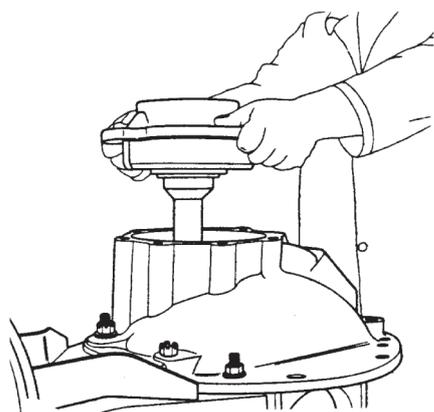

Figura 96
- G. Instale a caixa do pinhão sem os calços de regulagem de altura, na caixa do diferencial. (Figura 96).